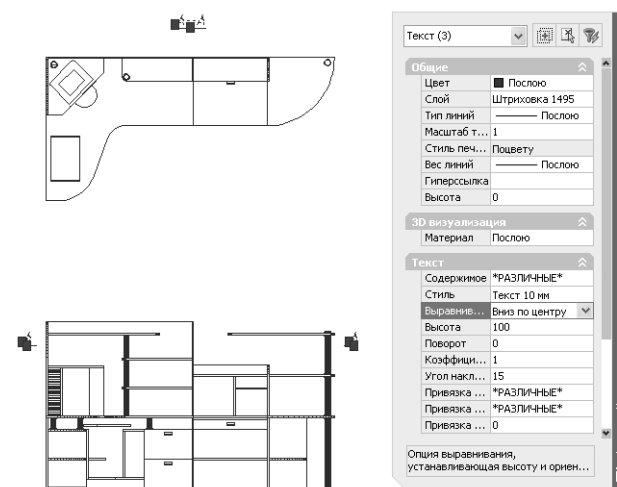

Рис. 10.11 ▼ Настройка расположения текста с помощью палитры **Свойства** (Properties)
14. В списке **Выравнивание** (Justify) появившейся палитры **Свойства** (Properties) выберите пункт **Вниз по центру** (Bottom center). Все три текстовых объекта поднимутся над линиями, как показано на рис. 10.11.